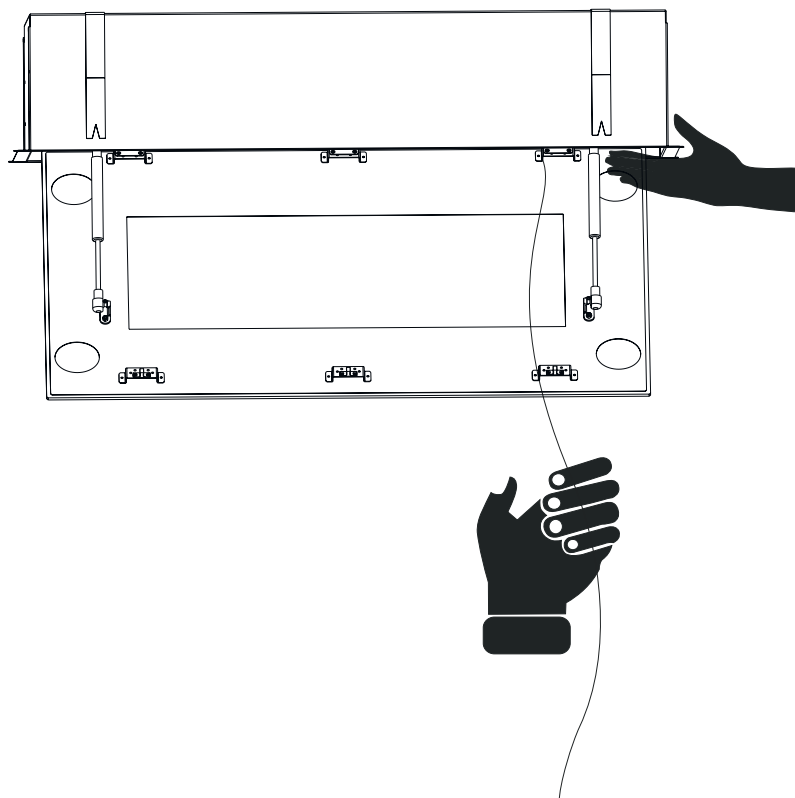

Fig. 12
6. För att hissa upp fläkten med stålvejarna; lyft den med en hand på kortsidan och dra i stålvejarna, en efter en. Gör detta växelvis på fläktens kortsidor. Varje gång man drar i stålvejarna låser säkerhetslåset dem (Fig. 12). När fläkten har hissats upp till taket och det inte går att dra mer i stålvejarna ska dessa rullas ihop och placeras i förvaringsutrymme.